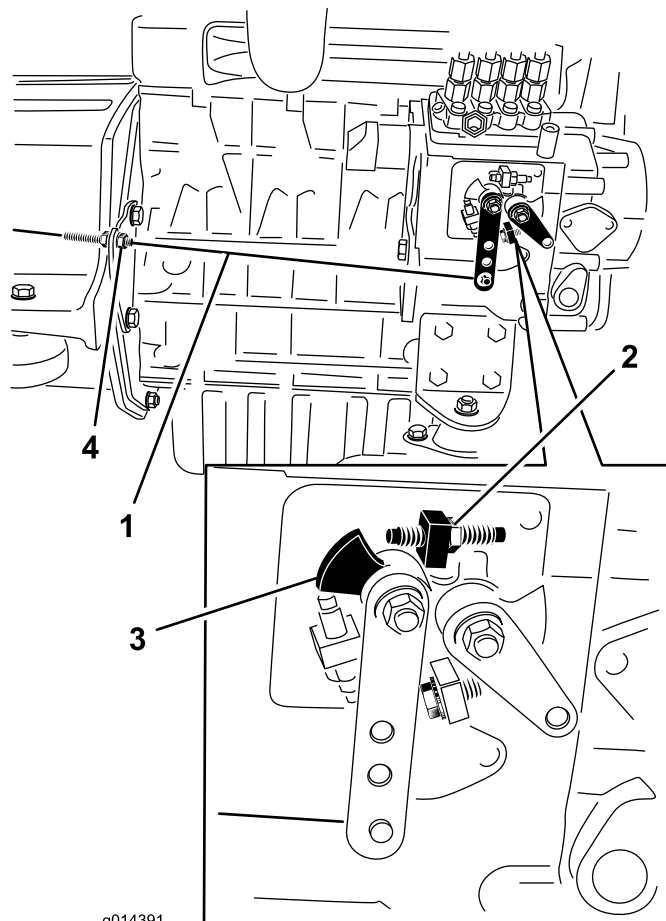

Figure 28
2. Vérifiez la position du levier de commande de régime sur la pompe d'injection du moteur. Le levier de commande de régime doit toucher la vis de haut régime lorsque la commande d'accélérateur est en position haut régime (verrouillage) (Figure 28).
3. La position des écrous de blocage du câble de commande d'accélérateur peut être ajustée au besoin jusqu'à ce que le levier de commande de régime touche la vis de haut régime lorsque le levier est en position haut régime (verrouillage) (Figure 28).